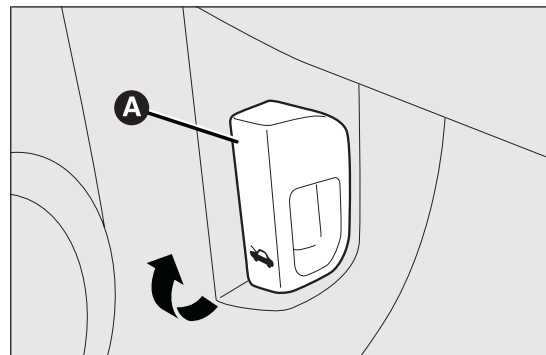

fig. 84
- ☐ tirare la leva A fig. 84 nel senso indicato dalla freccia;